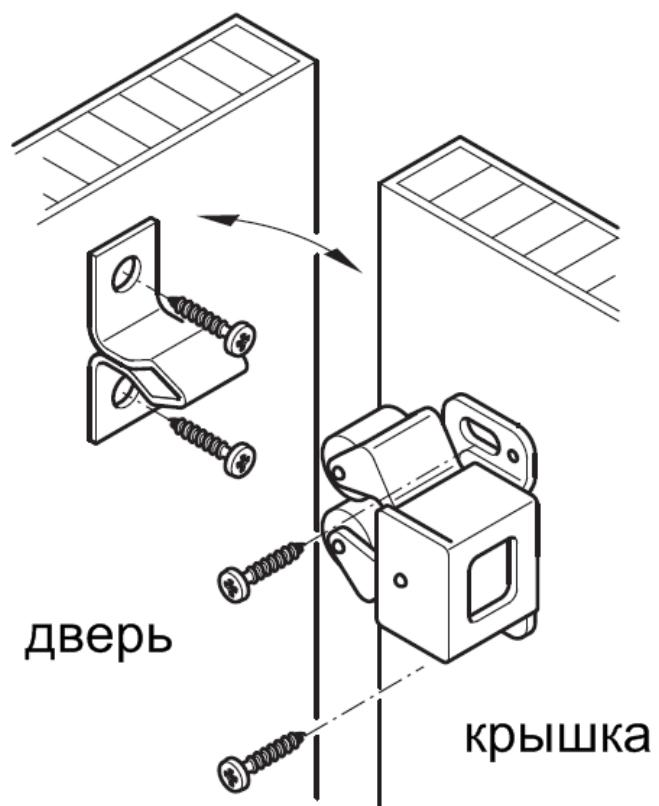

Рис. 3
5. Установить на крышку (63) роликовую защелку, а на откидную дверь – ответную часть защелки с помощью шурупов 3,0x13мм (рис. 3).
6. Установить под пятники на нижние торцы боковых стенок (1), (01).